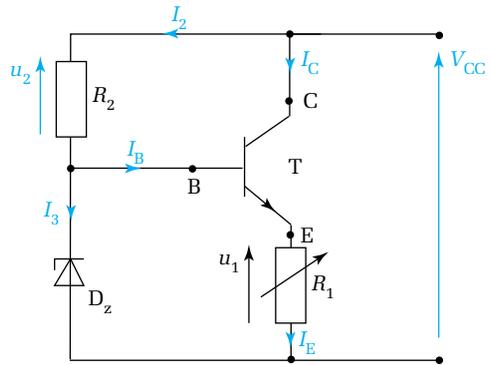

Figure 17.27
**8.** La tension Zéner de la diode du montage de la figure 17.27, supposée parfaite, est  $U_z \neq 10,0$  V.